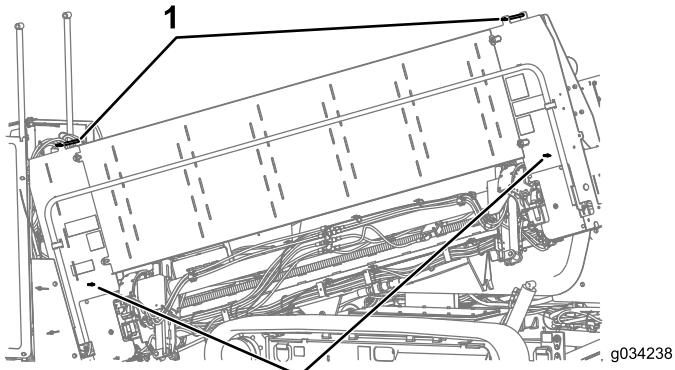

Figure 35
2. Assurez-vous que les goupilles supérieures et arrière du porte-tiges sont installées Figure 35.